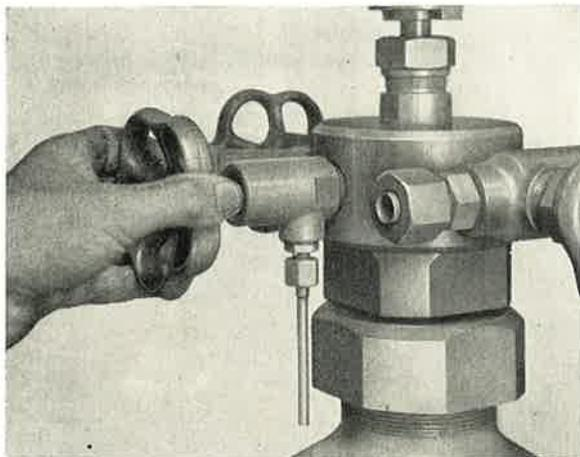

Abb. 69
5. Bei mit Luft angelassenen Motoren muss das sich in der Luftflasche ansammelnde Wasser abgelassen werden (Abb. 69). Das Wasser entweicht durch das Wasserablassventil, das ziemlich oft geöffnet werden muss. Obwohl verlangt wird, dass die Luftflasche waagrecht untergebracht werden soll, ist doch eine kleine Neigung zu wählen, damit sich das Wasser an der niedrigsten Stelle sammelt und abgelassen werden kann. Der Kopf der Luftflasche muss höher sein als der Boden.